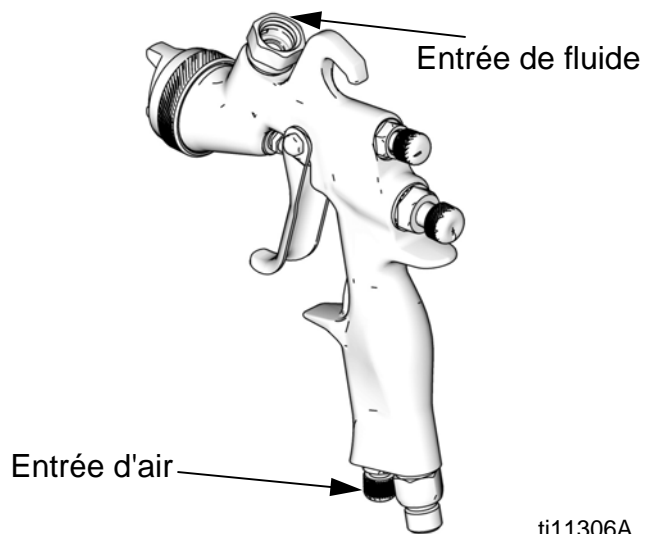

FIG. 1
4. Raccordez une alimentation en air propre, sec et filtré sur le raccord d'entrée d'air. Consultez la FIG. 1.